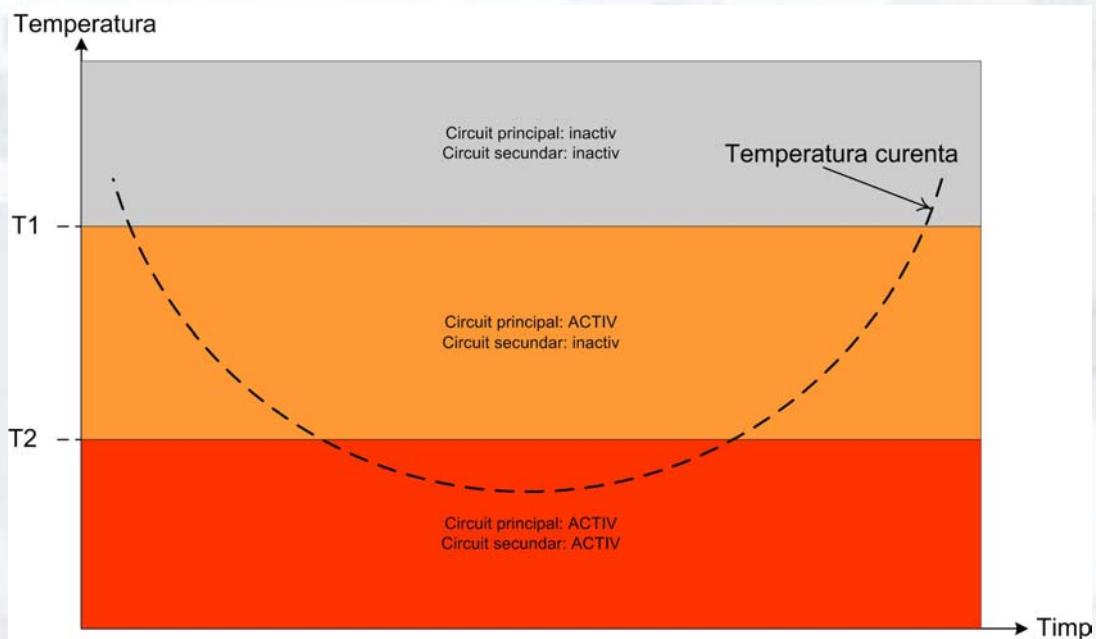

Fig. 3
- daca temperatura scade sub temperatura T2, alaturi de circuitul principal intra in functiune si cel secundar (Fig. 3);